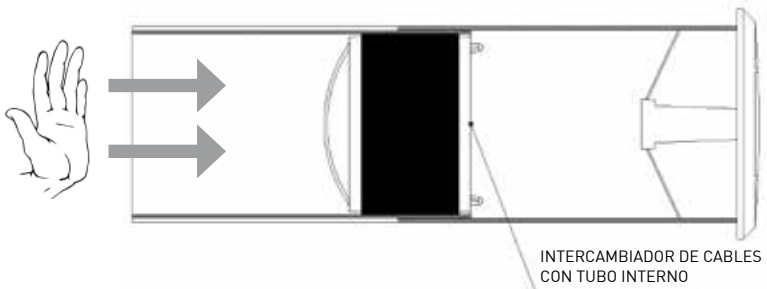

Imagen 7
4. Coloque el intercambiador de calor en la extremidad del tubo interior. (Imagen 7)